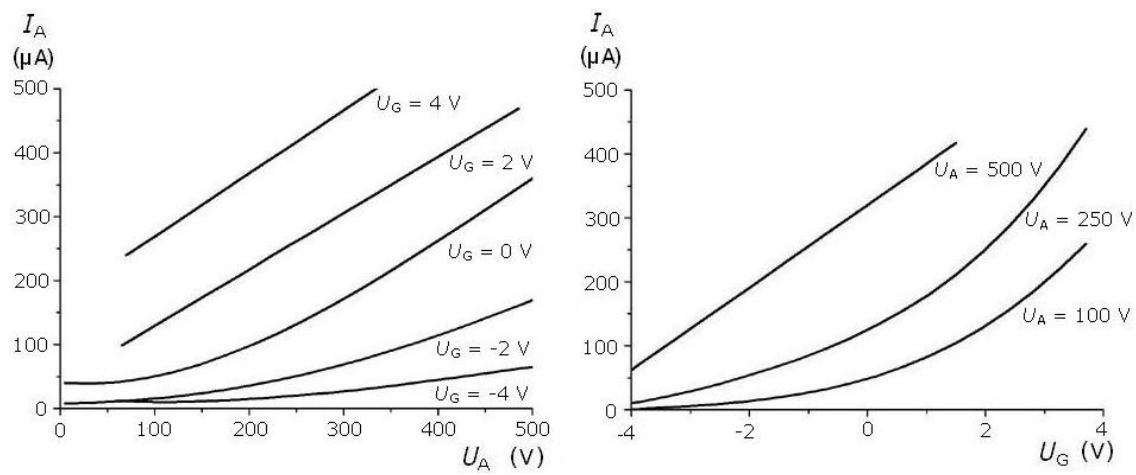

Fig. 2 Trioden-Kennlinien
- $I_A - U_A$ – Kennlinien: Für konstante Gitterspannungen Anodenstrom in Abhängigkeit der Anodenspannung bestimmen und Wertepaare grafisch darstellen (siehe Fig. 2).
- $I_A - U_G$ – Kennlinien: Für konstante Anodenspannungen Anodenstrom in Abhängigkeit der Gitterspannung bestimmen und Wertepaare grafisch darstellen (siehe Fig. 2).